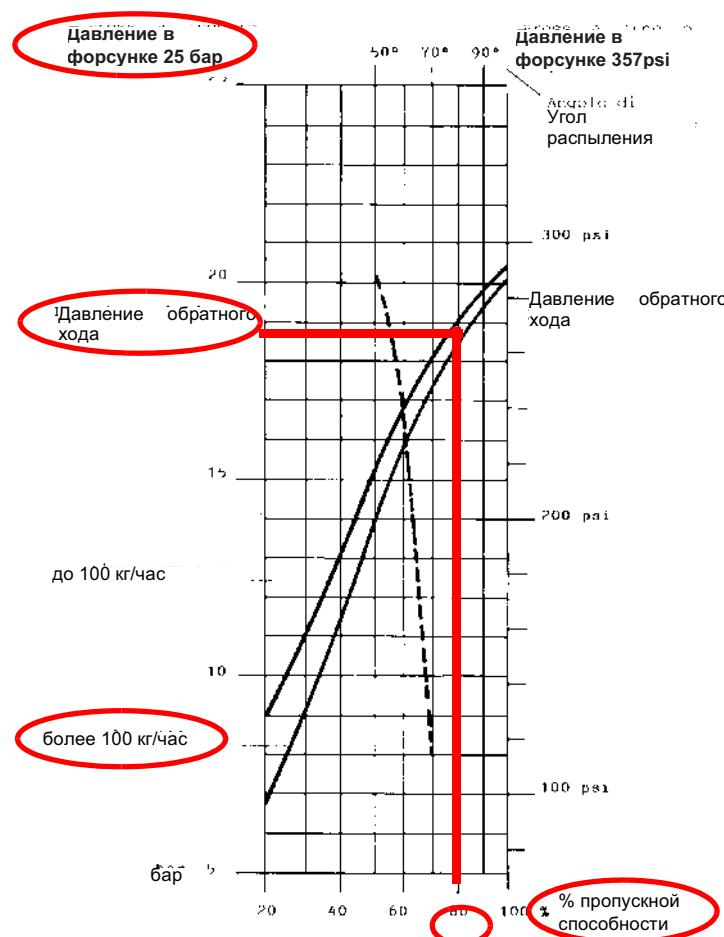
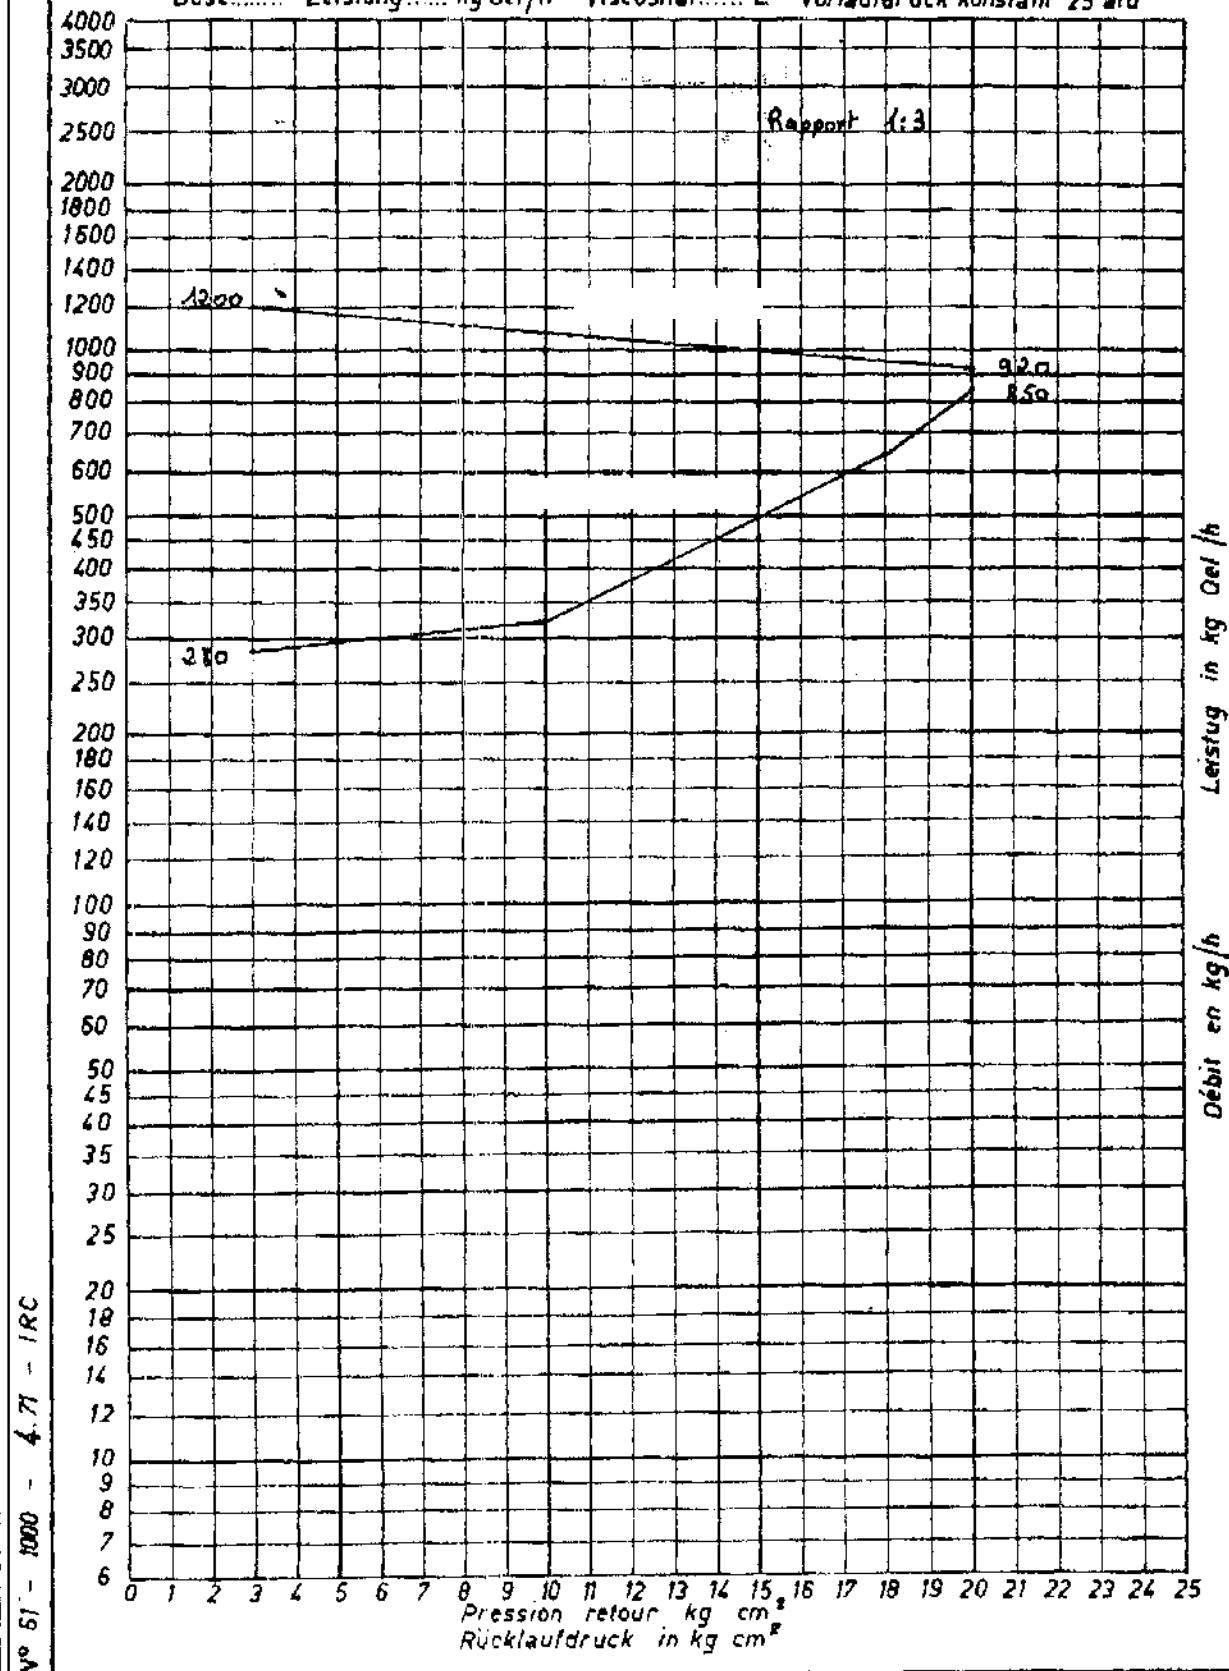
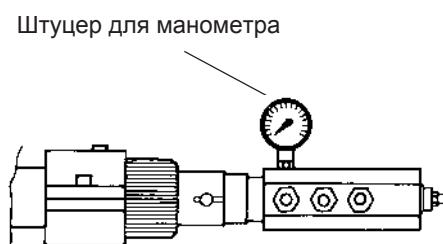

Рис. 19
Рис. 20 - ФОРСУНКА BERGONZO - Пример с форсункой с расходом 850 кг/час
Рис. 22
Расход жидкого топлива регулируется за счет выбора форсунки (противовпоточного типа), соответствующего мощности котла и типу применения размера, а также регулировки давления на прямом и обратном ходе жидкого топлива, согласно данных, указанных в таблице и на графике на Рис. 19 (для считывания давления - читайте последующие параграфы).
**Пример** : 80% номинального расхода на форсунке можно получить, если установлены форсунки с расходом более 100 кг/час, при давлении на обратном ходе примерно равном 18 бар (см. график на Рис. 19).
- 9 Давление питания форсунки уже отрегулировано заранее на заводе-изготовителе и не должно изменяться. Только в случае необходимости, отрегулировать давление питания (см. соответствующий параграф) следующим образом: установить манометр в положение, указанное на Рис. 22, воздействовать на регулировочный винт **VR** насоса (см. Рис. 21) до получения на форсунке давления в 25 бар (форсунки Fluidics или форсунки Bergonzo - см. графики на Рис. 19 -Рис. 20);